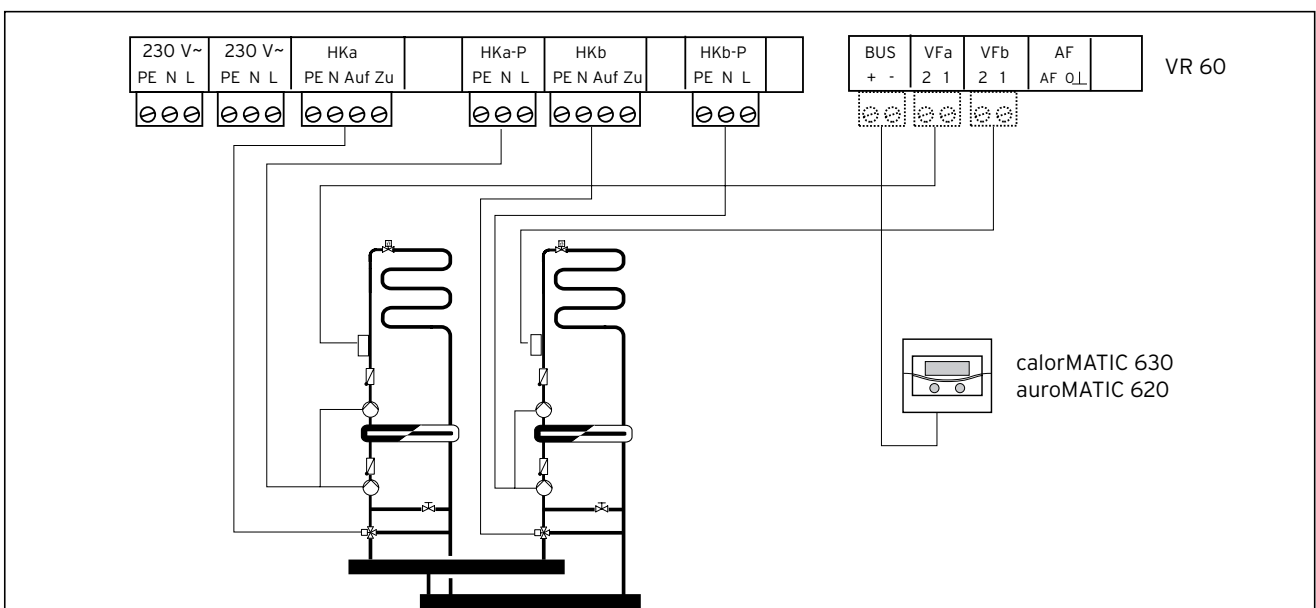

Рис. 4.1: Подключение смесительного модуля
- Выполните присоединительный электромонтаж смесительного модуля согласно рис. 4.1.